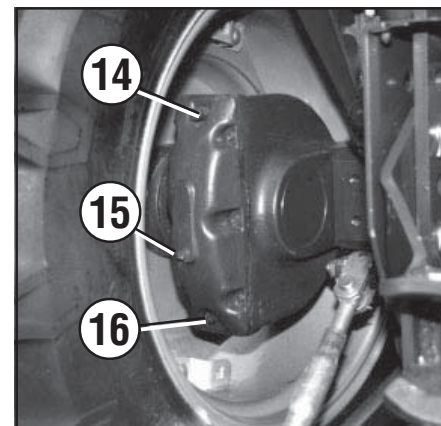

Fig. 72
- TRG: Töm oljan genom propparnas öppningar (16 fig. 72) och fyll på genom propparnas öppningar (14 fig. 72). Kontrollera nivån som ska nå proppens öppning (15 fig. 72).